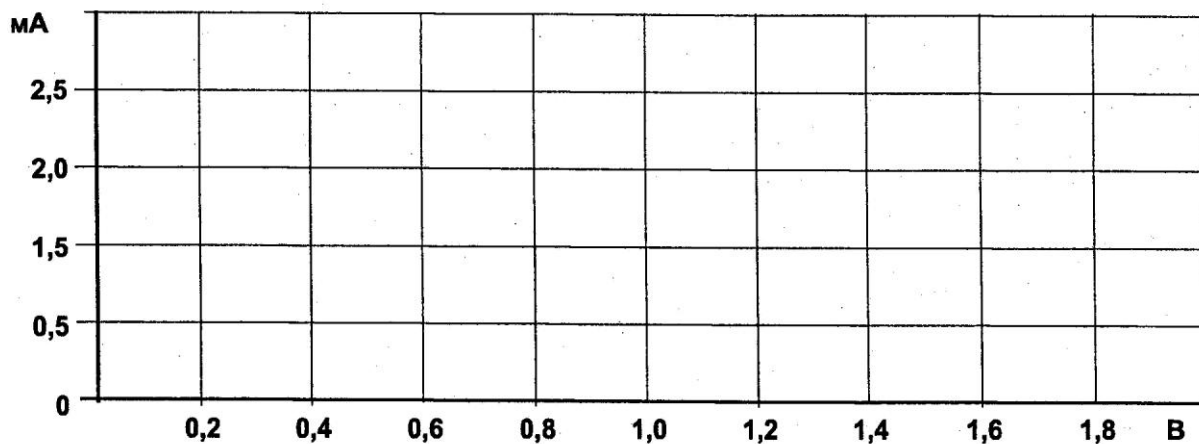

Рис. 7.2.3
- На рис. 7.2.3 постройте графики I_y ($U_{уК}$) при увеличении и уменьшении напряжения. На графике отметьте напряжения $U_{отп}$ и ток $I_{отп}$.